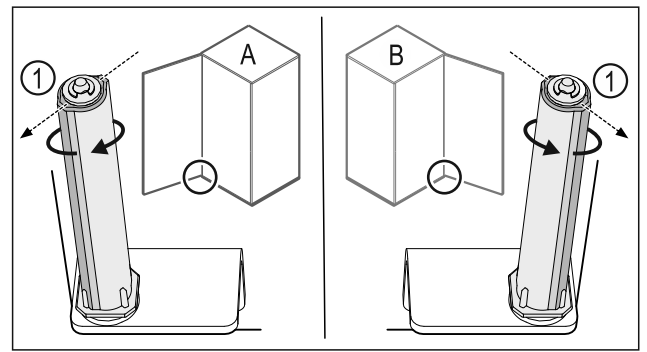

Fig. 39 Battuta a sinistra (A) / battuta a destra (B)
- ▶ Ruotare il sistema di chiusura contro la resistenza fino a quando la sporgenza del sistema di chiusura Fig. 39 (1) non è rivolta verso l'esterno.